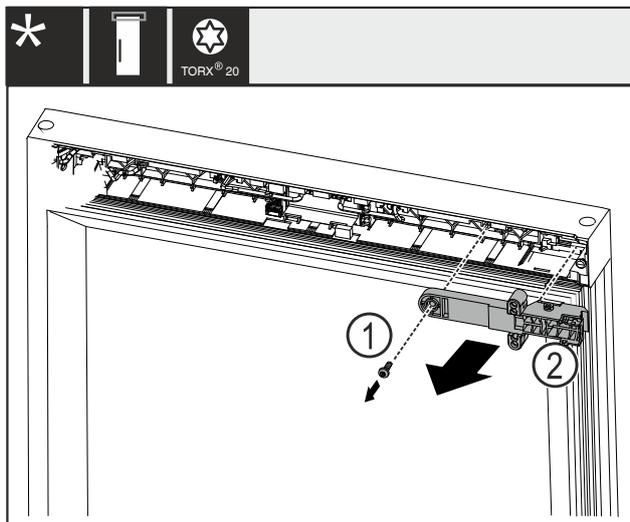

Fig. 21
- ▶ Rimuovere la vite Fig. 21 (1).
- ▶ Rimuovere il componente di tenuta della serratura Fig. 21 (2).